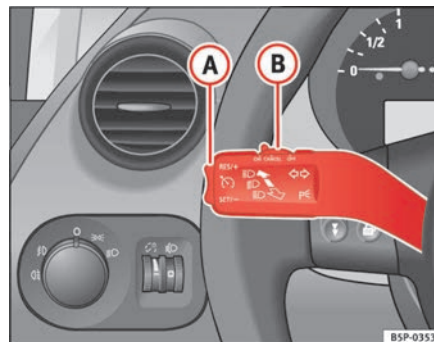

Abb. 146 Blinker- und Fernlichthebel: Schalter und Wippe für die Geschwindigkeitsregelanlage
- Drücken Sie den unteren Teil der Wippe **SET/-** ⇒ Abb. 146 (A) einmal kurz, wenn die zu speichernde Geschwindigkeit erreicht worden ist.